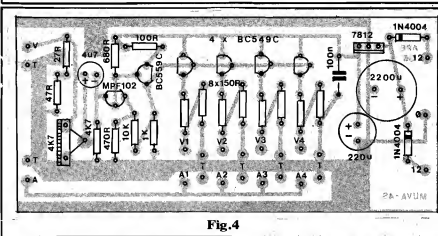

Fig.4
- FIG. 4 - "CHAPEADO" DA MONTAGEM - Vista da placa, pelo lado não cobreado, todos os